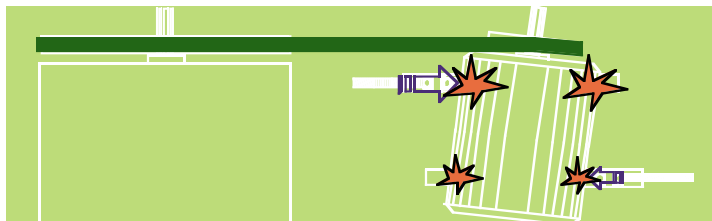

Fig 3. Byrålådseffekten gör att uppspänningen kan gå mycket trögt. Ouppmärksamhet innebär även risk för brott i linjalerna och motorfästen
12. Mycket viktigt att hela tiden **följa efter med stödspännskruven** så att motorn inte vrids och kläms fast i spännlinjalerna, sk " byrålådseffekt " (se fig 3).